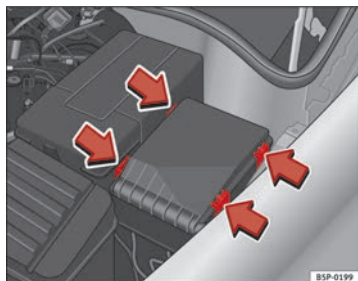

Fig. 177 Tapa de la caja de fusibles en el compartimento motor
- Retire la tapa de fusibles del compartimento del motor haciendo presión sobre las lengüetas hacia el centro de la tapa ⇒ fig. 177.